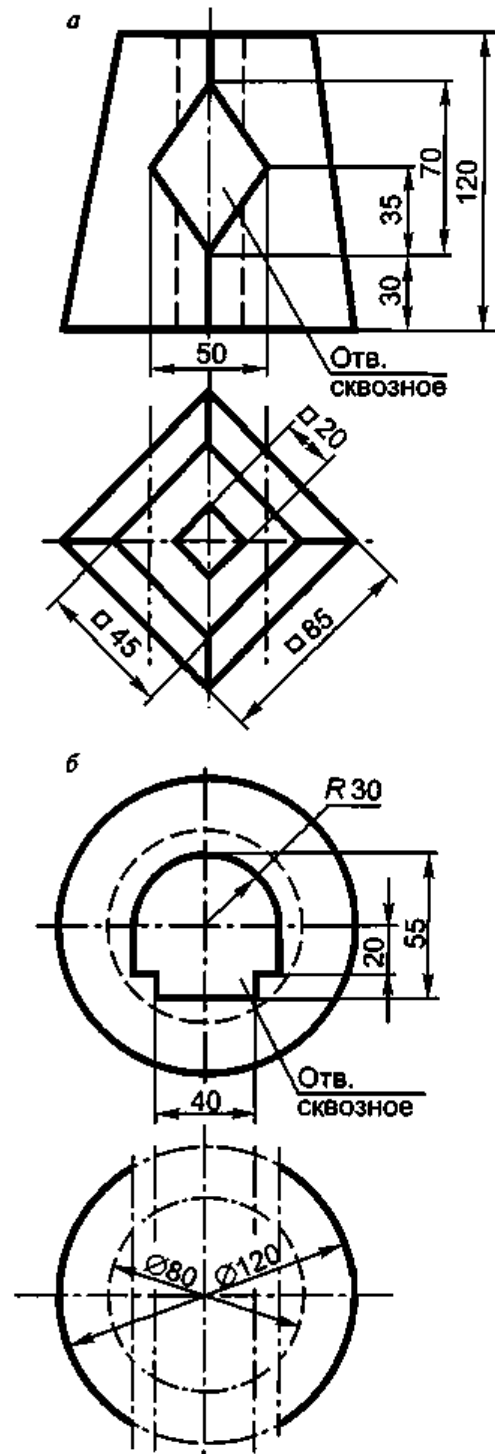

Рис. 2.34
24. Выполнить чертежи четырехугольной пирамиды (а) и пустотелой сферы (б) с окнами в трех проекциях с тремя разрезами каждой (рис. 2.34).